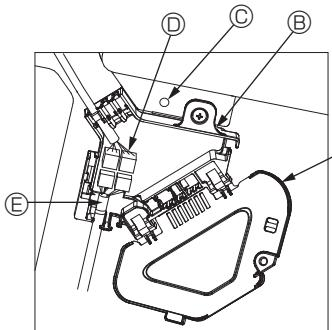

Fig. 10-8
- ① Konektör kutusunu kapağı tespit eden vidayı çıkarın ve daha sonra kapağı açın.
- ② Güvenli bir şekilde kanatçık motorunun bağlantı kablo konektörlerini ve panel kanatçık motor kablo bağlantısını güvenli bir şekilde bağlayın. (Fig. 10-8)
- ③ İki adet kanatçık motor konektörü bulunur: bir mavi konektör ve bir turuncu konektör. Bunları bağlarken renklerin eşleştiğinden emin olun.
④ Konektör kutusu kapağını kapatın.